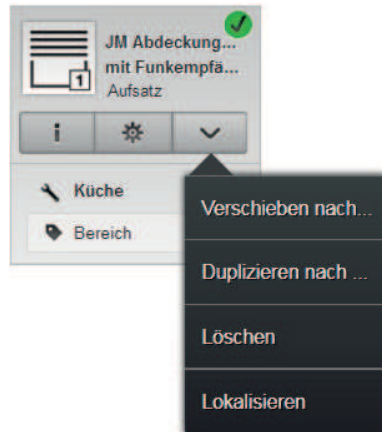

Bild 43: Funktionsauswahl, z. B. Löschen des Gerätes aus dem Projekt
- Schaltfläche  in der Gerätekachel wählen (Bild 43).